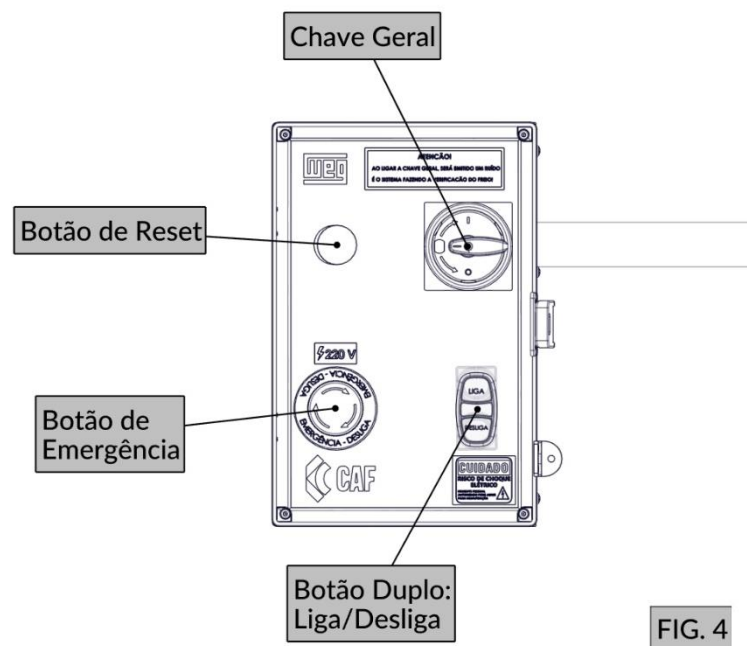

FIG. 4
Todos os sistemas listados acima estão localizados no painel de comando (FIG. 4) da Serra-Fita.
2. Ligue a chave geral (FIG. 4);
3. Verifique se o botão de emergência (FIG. 4) está destravado;
4. Pressione o botão de reset (FIG. 4) para liberar o acionamento da máquina.
1. Com a máquina devidamente montada, higienizada e energizada, aperte o botão liga/desliga (FIG. 4) para realizar o acionamento da máquina.
- a) Desligue a Chave Geral (FIG. 4).